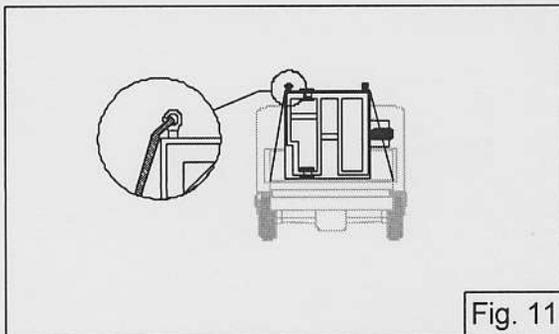

Fig. 11
- Durante el transporte y para evitar deformaciones de la estructura, asegurar la máquina utilizando los mismos puntos de enganche previstos para la elevación (Fig. 11).